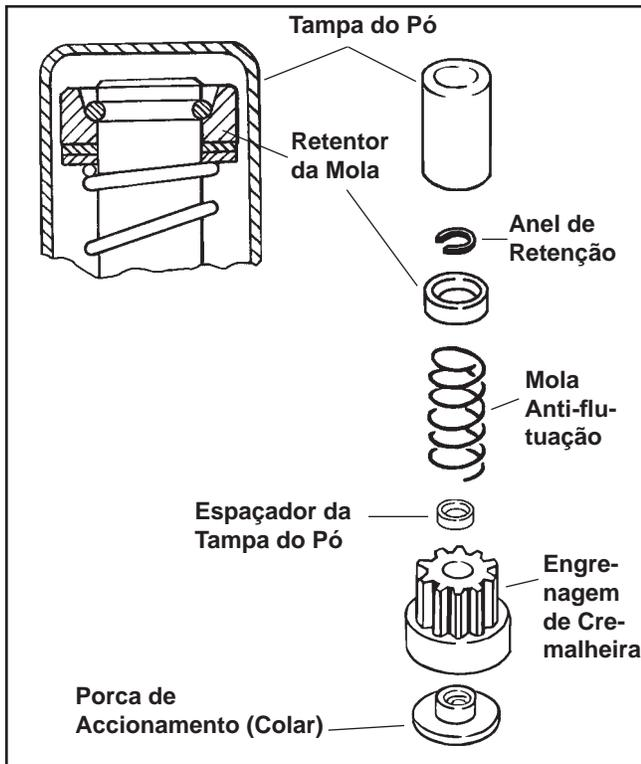

Figura 8-11. Componentes do Accionamento, Motor de Arranque de Accionamento por Inércia “Soldado”.
1. A tampa do pó de borracha tem um lábio moldado no interior que encaixa numa ranhura no espaçador da tampa do pó (consulte a Figura 8-11). Rode a engrenagem de cremalheira até que atinja a posição de totalmente estendida. Segurando-a na posição estendida, segure na ponta da tampa do pó com um alicate ou torno e puxe-a do espaçador.
3. Consulte novamente a Figura 8-11, segure no retentor da mola e empurre-o na direcção do motor de arranque, comprimindo a mola anti-flutuação e expondo o anel de retenção.